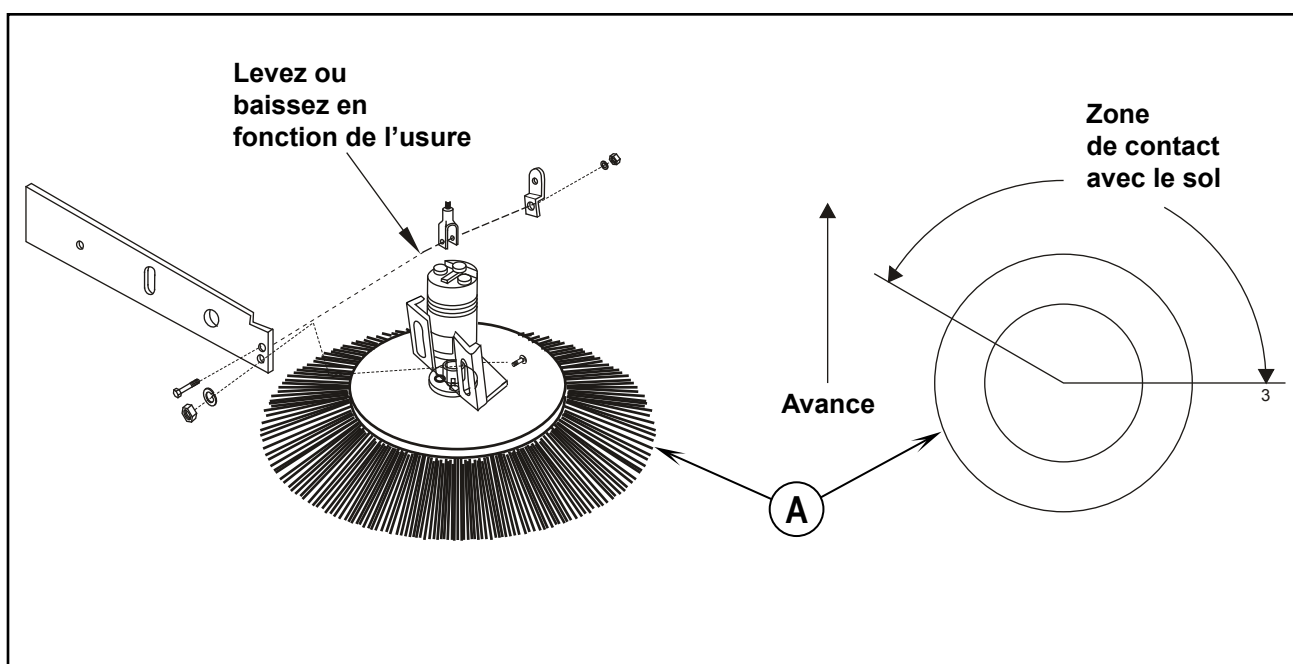

FIGURE 25
Quand la brosse latérale (A) s'use, desserrez les deux boulons de réglage et glissez l'ensemble brosse-moteur dans une position qui permet à la brosse d'être en contact avec le sol à un angle de 3 degrés quand elle est abaissée, comme illustré à la Figure 25.